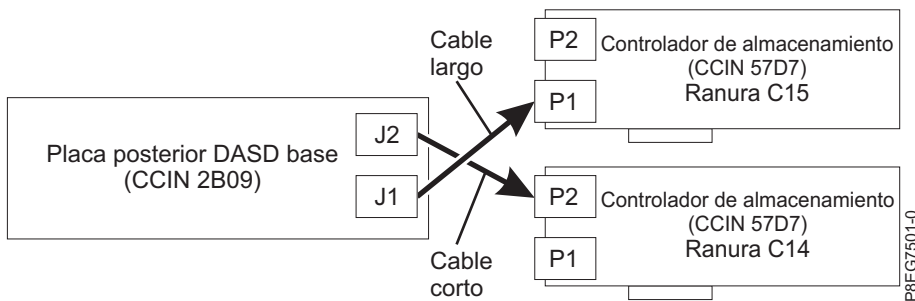

Figura 7. Reconexión del cable SAS en una configuración de discos divididos
- Si dispone de dos adaptadores internos PCIe3 x8 SAS RAID (CCIN 57D7) (característica de división de disco), el cable SAS corto conecta el conector de la placa posterior de la unidad de disco superior (J2) con el conector P2 del adaptador de la ranura P1-C14. El cable SAS largo conecta el conector de la placa posterior de la unidad de disco inferior (J1) con el conector P1 del adaptador de la ranura P1-C15. Consulte Figura 7.